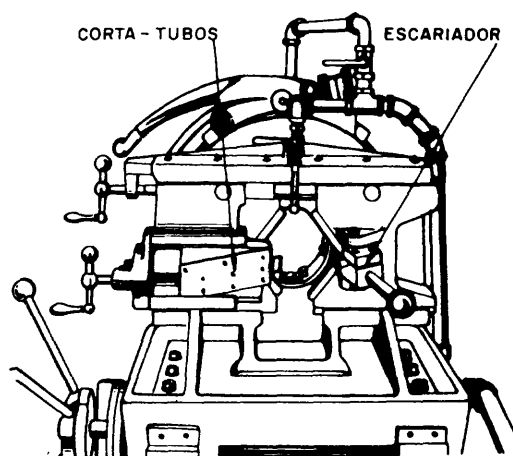

Fig. 3
- a) *Herramientas:* El cortatubos y el escariador son del tipo de cuchilla fija, similares a los de los cortatubos para plástico. Van incorporados al carro portaherramientas y están ubicadas detrás de la terraja, debido a la cual, el tubo deberá pasar a través de ésta (fig. 3).
Para cortar y escariar el tubo es necesario sujetar éste por medio de la guía en forma de V que está situada en el carro, entre la terraja y el cortatubos (Ver fig. 3).
- c) *Capacidad de rosca:* Va de 1/2" a 4" con dos juegos de terrajas, (figs. 3 y 4) dos juegos de dados para la terraja pequeña (1/2 - 3/4) (1" - 1 1/4" - 1 1/2" - 2") y un juego de dados para la terraja grande ( 2 1/2" - 3" - 3 1/2" - 4").